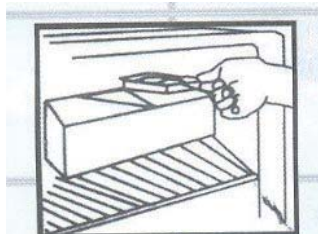

figure : 4
5. Egy óra múlva ellenőrizze, hogy az elpárologtató egység felmelegedett-e. Amennyiben nem, indítsa újra a gépet (fig.4)